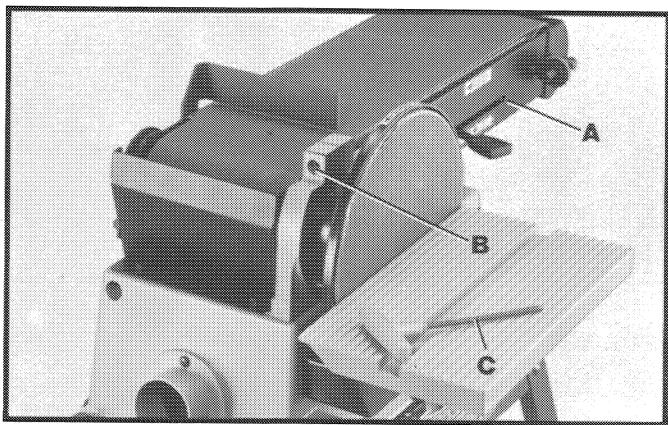
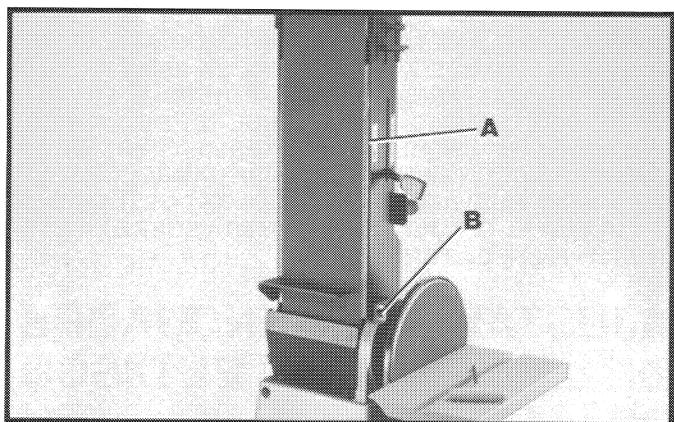

Fig. 22
Fig. 23
- El brazo de lijado (A) puede utilizarse en la posición horizontal, como puede apreciarse en la Fig. 22, o en la posición vertical, como aparece en la Fig. 23, o en cualquier ángulo intermedio, con sólo aflojar el tornillo (B) con la llave hexagonal (C) suministrada, colocando el brazo (A) al ángulo deseado, y apretando el tornillo (B).